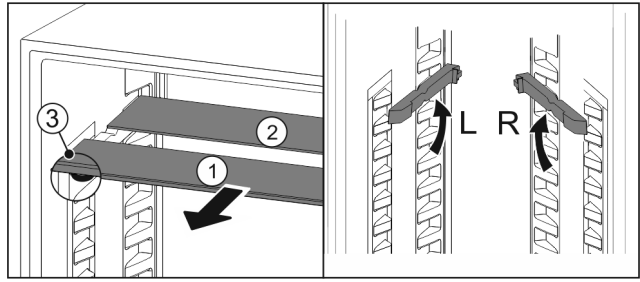

Fig. 125
- ▶ Glasplatten einzeln nach vorne herausziehen *Fig. 125 (1)*.
- ▶ Glasplatte *Fig. 125 (1)* mit Zierleiste liegt vorne.
- ▶ Stopps *Fig. 125 (3)* zeigen nach unten.